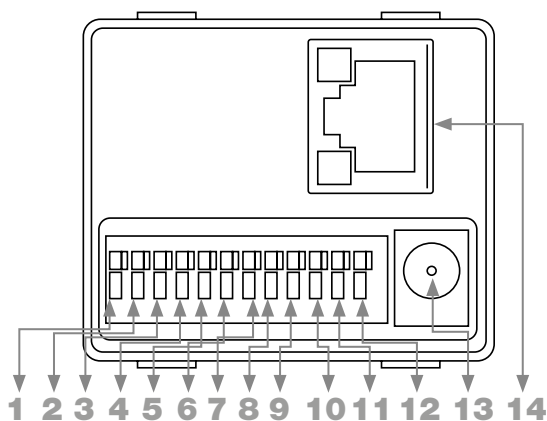

Рисунок 2 Расположение разъемов
1.4.2 Первичная настройка изделия осуществляется с помощью специализированного ПО на ПК, подключение к прибору осуществляется через проводной сетевой интерфейс RJ-45 (рисунок 2), после первичной настройки осуществлять управление прибором можно так же через беспроводной интерфейс WiFi.
1.4.3 На корпусе изделия расположен разъем питания, разъем RJ-45 для подключения к локальной сети, HDMI - разъем для передачи цифровых видеоданных и аудиосигналов, и контактная группа (рисунок 2). Функции контактов приведены в таблице 3.